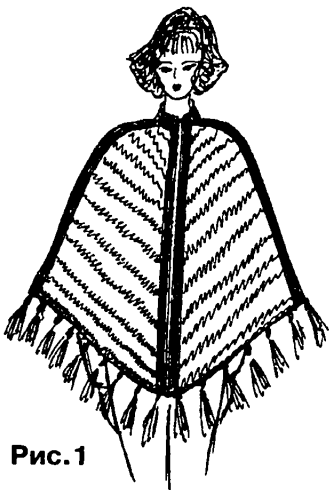

Рис. 1
Пончо — верхняя одежда индейцев — защищала от холода, ветра и дождя не только всадника, но и коня. И посмотрите, каким оно стало под влиянием моды! (рис. 1) Такое пончо удобно в лыжном походе, за письменным столом и в кресле перед телевизором — тепло и комфортно! Ведь пончо в большинстве случаев вяжут из толстой пряжи и плотно. Кружевной узор создает совсем
**Накидка-пончо (рис. 1)**